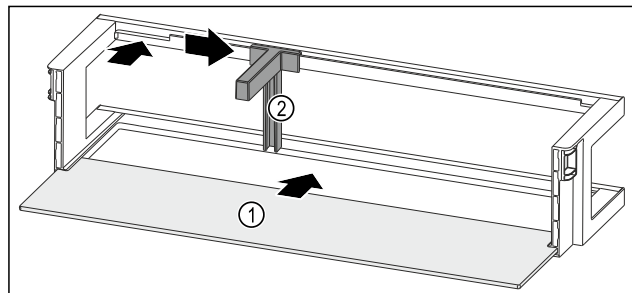

Fig. 279 Дверная полка со съемной полкой
- ▶ Вдвиньте съемную полку Fig. 279 (1) в боковые пазы.
- ▶ Установите держатель для бутылок Fig. 279 (2) в выемку.
- ▶ Сместите держатель для бутылок Fig. 279 (2) в нужное положение в сторону.